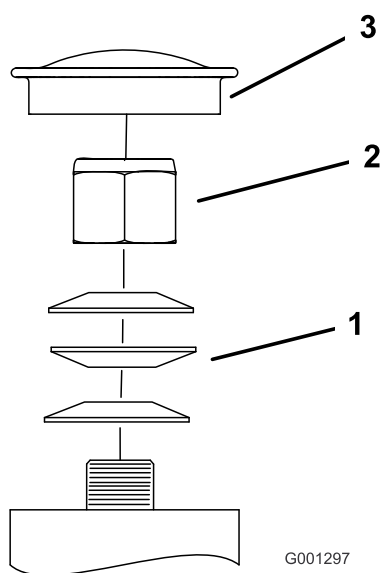

Figure 56
3. Déposez le capuchon protecteur de la roue pivotante et serrez le contre-écrou (Figure 56).
4. Continuez de serrer le contre-écrou jusqu'à ce que les rondelles élastiques soient aplaties, puis desserrez-le d'un quart de tour pour obtenir la précharge correcte des roulements (Figure 56).
- Important:** Veillez à placer les rondelles élastiques correctement, comme montré à la Figure 56.
5. Reposez le protège-moyeu (Figure 56).